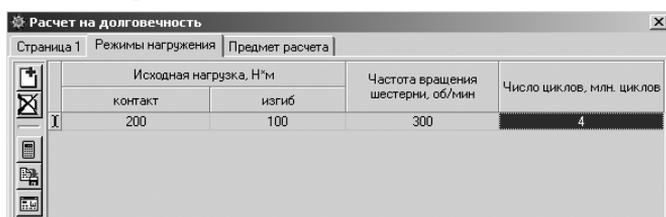

Рис. 5.40. Диалоговое окно **Расчет на долговечность** с открытой вкладкой **Режимы нагружения** с введенными данными
- введите данные на вкладке **Режимы нагружения**, например те, которые представлены на рис. 5.40.
- щелкните в диалоговом окне **Расчет на долговечность** с открытой вкладкой **Режимы нагружения** по кнопке – **Расчет** (см. рис. 5.40). Появится окно **Результаты расчета** с несколькими листами.